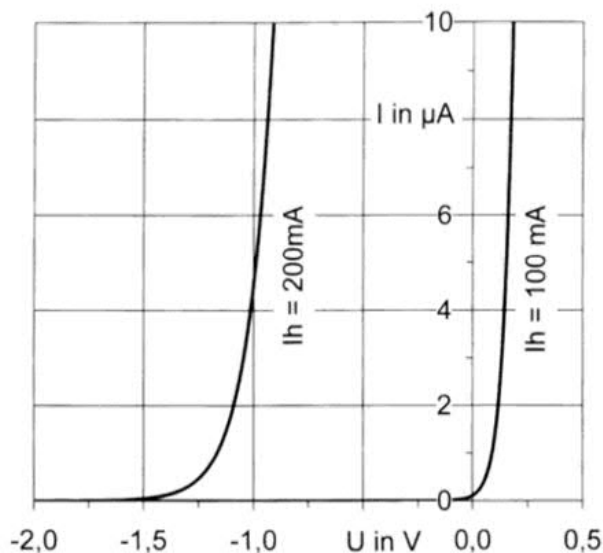
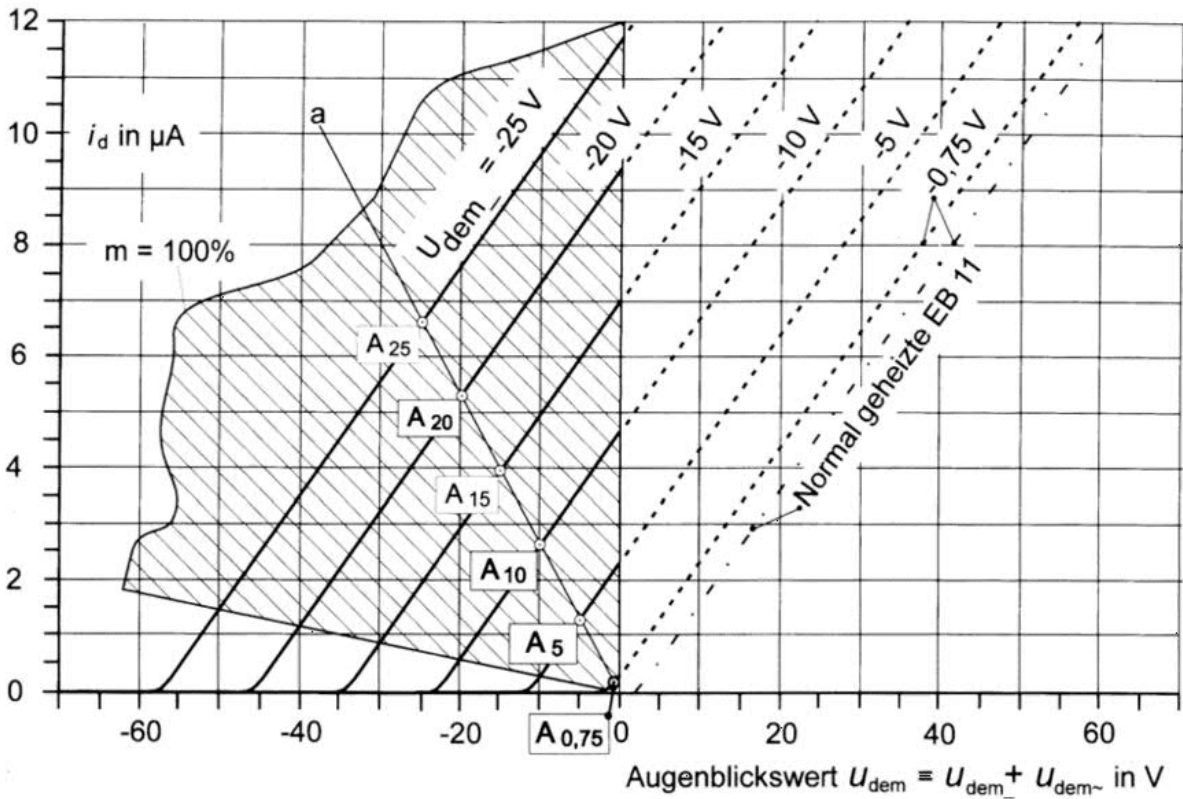
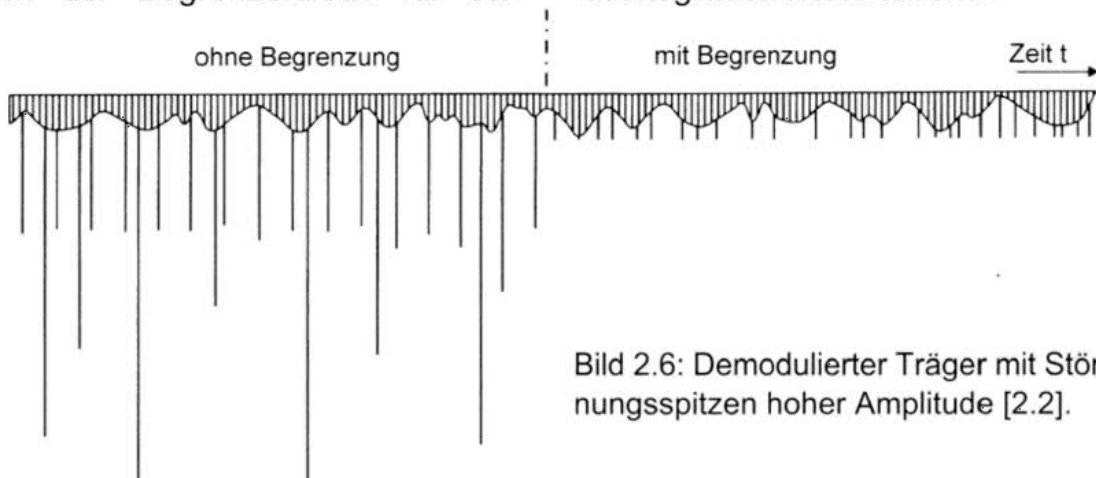
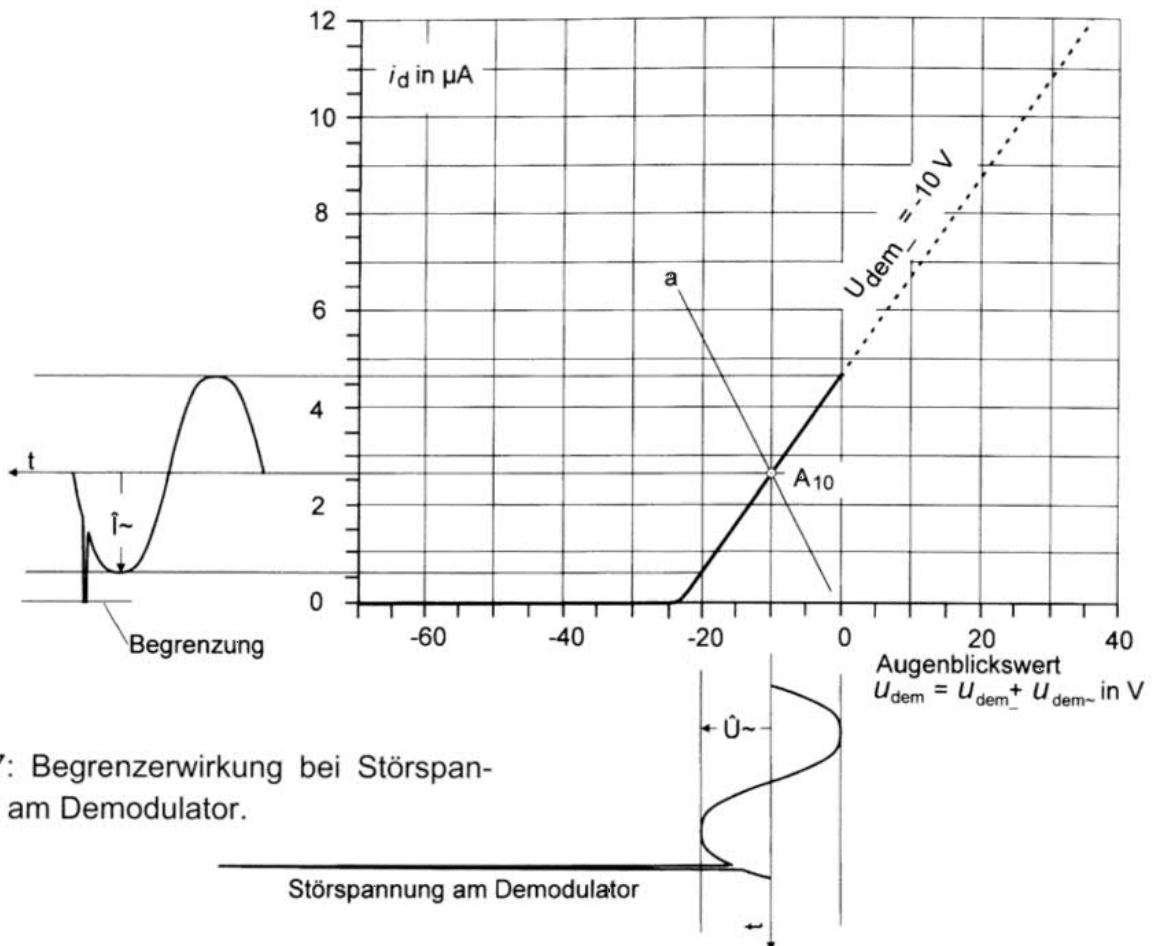

Bild 2.2: Abhängigkeit  $I = f(U)$  bei Heizströmen von 200 mA und 100 mA.
Bild 2.5: Diodenstrom  $I_d$  der unterheizten Begrenzerdiode in Abhängigkeit von der Demodulatorspannung  $U_{dem}$ .
Bild 2.6: Demodulierter Träger mit Störspannungsspitzen hoher Amplitude [2.2].
Bild 2.7: Begrenzerwirkung bei Störspannungen am Demodulator.
Heizstrom. In Bild 2.2 sind für die Diode der E-11-Röhren-Serie die Kennlinien für 200 mA (normale Heizung) und für 100 mA Heizstrom dargestellt, berechnet mit den Daten nach [2.1]. Die Messung an einer Diode EB(F) 11 bestätigte die Berechnung.
und den Innenwiderstand  $R_{dem}$ . Eine Störspannungsquelle  $U_{St}$  ergänzt die Schaltung, mit der sich dem normalen Demodulatorsignal  $U_{dem}$  kurze negative Rechtecksignale beliebiger Größe überlagern lassen. Die Kennlinie der Diode entspricht Bild 2.2 mit dem verringerten Heizstrom von  $I_h = 100 \text{ mA}$ .
quelle, deren Größe nur von der Richtgleichspannung  $U_{dem-}$  abhängt. Diese bestimmt den Arbeitspunkt der Diode für die Wechselspannung  $U_{dem~}$ , der in Bild 2.5 mit  $A_{20}$  bezeichnet ist. Durch die Diode fließt ein Strom von  $5,26 \mu A$ . Die Wechselspannung  $U_{dem~} = 20 V$  bei 100 % Modulation lässt den Diodenstrom zwischen  $1,16 \mu A$  und  $9,36 \mu A$  schwanken; da eine Modulation größer als 100 % systembedingt nicht möglich ist, ist damit der maximale Aussteuerbereich der Begrenzerdiode für stö-
rungsfreien Empfang bei  $-20 V$  Richtspannung bestimmt. In Bild 2.5 ist diese Kennlinie eingetragen, ebenso die Kennlinien für die Richtspannungen  $U_{dem-} = -0,75 V, -5 V, -10 V, -15 V$  und  $-25 V$ . Das Kennlinienfeld wird für 100 % Modulation durch das schraffierte Feld begrenzt. Die Arbeitspunkte  $A_{0,75}$  bis  $A_{25}$  liegen auf der Geraden  $a$ . Man erkennt ein Kennlinienfeld mit linearen Arbeitskennlinien; damit ist gewährleistet, dass die Schaltung bis zu den größten Modulationsgraden linear arbeitet.
Wie verhält sich die Schaltung bei Störungen? In Bild 2.6 ist links die Spannung dargestellt, wie sie bei einem modulierten ZF-Signal und bei Störungen an Punkt B von Bild 1.1 bzw. Bild 2.4 auftritt. Durch die Gleichrichterwirkung der Demodulatordiode EB(F) 11 treten nur Spannungen auf, die kleiner als Null, also negativ sind; das gilt auch für die Störspannungen. Die Störspannungen können - insbesondere bei kleinem Antennensignal - ein Vielfaches der Amplitude der Nutzspannung erreichen. Gewünscht wird, dass die Störspannungen auf einen Pegel begrenzt werden, der im Idealfall der Amplitude des Nutzsignals bei 100 % Modulation entspricht (Bild 2.6, rechte Seite). Bild 2.7 erklärt, wie im Kennlinienfeld nach Bild 2.5 die Begrenzerwirkung zustande kommt. Hier ist die Kennlinie für  $U_{dem-} = -10$  V als Beispiel eingetragen.
Der Spannung  $U_{dem-} = -10$  V ist eine Wechselspannung mit  $\hat{U}_{\sim} = 10$  V (100 % Modulation) überlagert. Die Wechselspannung erzeugt einen Wechselstrom mit dem Scheitelwert  $\hat{I} = 4,1$  µA (s. a. Bild 2.4). Ist der Wechselspannung eine Störspannung überlagert, die, wie oben erläutert, nur negativ sein kann, dann wird der dadurch hervorgerufene Strom auf 0 µA begrenzt; die Größe der restlichen Störspannung hängt nur ab von der Neigung der Geraden a, auf der die Arbeitspunkte  $A_n$  liegen (s. a. Bild 2.5). Die Neigung der Geraden a hängt in erster Linie von dem Widerstand R3 (Bild 2.4) ab; sie wird zweckmäßigerweise so eingestellt, dass einerseits bei 100 % Modulation das Nutzsignal mit Sicherheit noch unverzerrt übertragen wird, dass aber andererseits Störspannungen, die nur wenig größer sind als das Nutzsignal bei 100 % Modulation, möglichst früh
Kommen wir jetzt zurück zu der Frage, warum die Störbegrenzer-Diode EB 11 mit verringertem Heizstrom betrieben wird. In dem Kennlinienfeld Bild 2.5 ist neben der Kennlinie für  $U_{dem-} = -0,75$  V der unterheizten Diode auch die Kenn-
linie für  $U_{dem-} = -0,75$  V der normal mit 200 mA geheizten Diode mit der Kennlinie nach Bild 2.2 mit großer Anlaufspannung strichpunktiert eingezeichnet. Die Anlaufspannung verschiebt die Kennlinie in Bild 2.5 nach rechts in Richtung positiver Richtspannung  $U_{dem}$  in ein Gebiet, in dem demodulierte Signale  $U_{dem}$  nicht mehr übertragen werden können, denn die Kennlinie liegt außerhalb des schraffierten Bereichs, in dem die Störbegrenzerschaltung bis zu Modulationsgraden von 100 % linear arbeitet.
Damit ist der Grund bekannt, warum die Diode EB 11 des Radione 740 W unterheizt wird: Nur durch verringerte Katodentemperatur - d. h. verringerte Heizleistung - kann vermieden werden, dass die Störbegrenzerdiode EB 11 eine Anlaufspannung erzeugt, die das Kennlinienfeld der Störbegrenzerschaltung (Bild 2.5) in ein unzulässiges Gebiet positiver Demodulatorrichtspannung verschieben würde. Durch die verringerte Katodentemperatur wird sichergestellt, dass die Störbegrenzerschaltung auch bei kleinen Demodulatorrichtspannungen - und damit bei kleinen Antennensignalen - verzerrungsfrei arbeitet. □